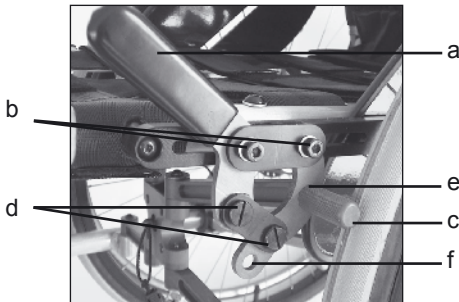

Bild 9
Einstellungen an der Bremse (*Bild 9 a*) können aus verschiedenen Gründen erforderlich werden:
1. Lösen Sie die Befestigungsschrauben (*Bild 9 b*), mit denen die Bremse auf der Bremshalteschiene fixiert ist
2. Positionieren Sie die geöffnete Bremse so, dass zwischen Bremsbolzen (*Bild 9 c*) und Reifen ein Abstand von 3 mm bis max. 4 mm ist
Die Betätigungskraft des Bremshebels kann mit Hilfe der Gelenkschrauben (*Bild 9 d*) justiert werden. Benutzen Sie dazu einen Schraubendreher und einen Gabelschlüssel SW 8 mm. Ölen Sie die Gelenkpunkte der Bremse in regelmäßigen Abständen.
Bei der Standardeinstellung ist der Bremsbolzen in Position (*Bild 9 e*) montiert. Eine Montage des Bremsbolzens in Position (*Bild 9 f*) kann nach der Verstellung der Antriebsräder notwendig werden. Wenden Sie sich hierzu an Ihren Refahachhandel oder die Firma PRO ACTIV.